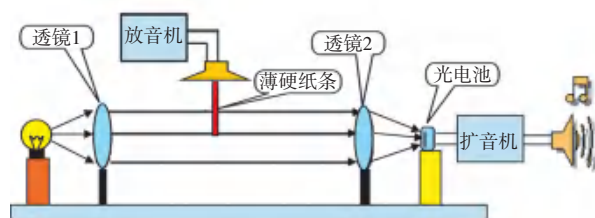

图4-39 简易光通信
1. 如图4-39所示,将光源、透镜和光电池放在一条直线上,调整它们的相对位置,使光源处在第一个透镜的焦点位置,光电池处在第二个透镜的焦点位置。同时将多用电表接在光电池的输出端,用直流电压2.5V挡监测光电池的输出。若光电池的输出电压为最大,说明摆放的位置正确,然后固定位置。